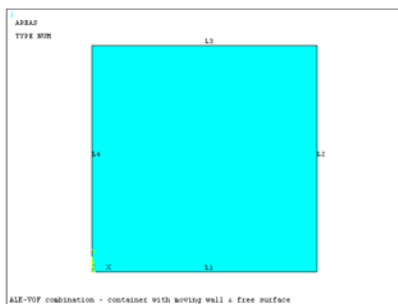

图 9-62 生成的几何模型
⑨依次选择 Utility Menu→PlotCtrls→Style→Colors→Reverse Video，ANSYS 显示窗口将变成白色。依次选择 Utility Menu→Plot→Areas 将显示所生成的几何模型，生成的几何模型如图 9-62 所示。
⑩单击 ANSYS 工具条的“SAVE_DB”按钮保存数据。